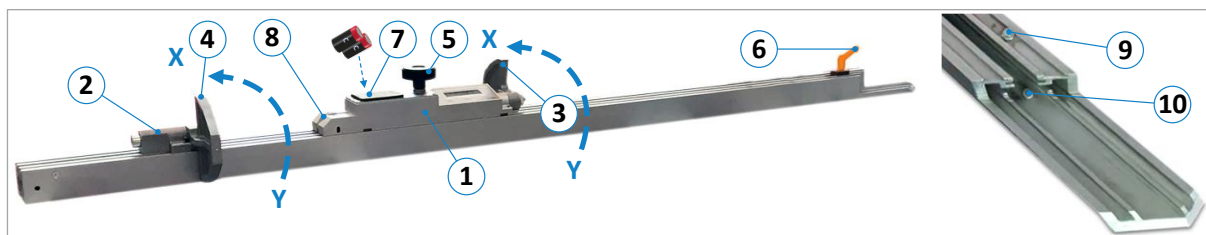

Abbildung 62: Tele-Digit Bedienelemente
- Das in ⇒ Abbildung 62 gezeigte Batteriefach (7) öffnen und die beiden Batterien ersetzen.
- Schieber (1) ganz nach rechts an Endanschlagschraube (9) anschlagen und mit Klemmschraube (5) klemmen.
- Auszug (2) ganz nach rechts an Endanschlagschraube (10) anschlagen und mit Klemmhebel (6) klemmen.
- Anschlagklappe (3) in Stellung X für Schieber (1) bringen (siehe ⇒ Abbildung 62)
- Den Abstand zwischen Sägeblatt und Anschlagklappe (2) auf 0,1 mm genau ermitteln.